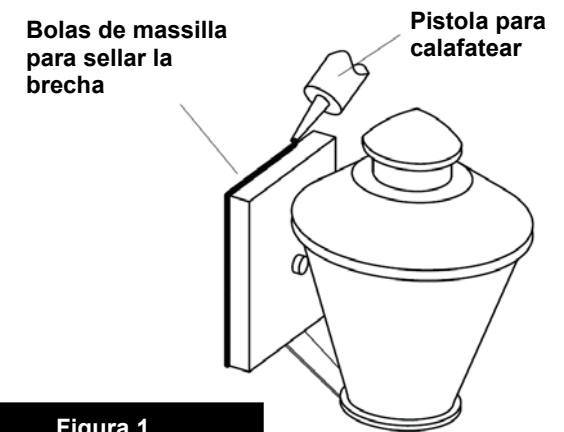

Figura 1
1. Conecte el cable de alimentación positiva **(A)** (normalmente negro o la cara lisa, sin marcas del cable de dos conductores) de plomo accesorio positivo **(B)** con un giro de tamaño adecuado en el conector – **Véase la Figura 1 y 2**.
Para conectar a tierra en un sistema eléctrico de 3 hilos, fije el cable de tierra del artefacto **(E)** (generalmente de cobre o verde recubierto de plástico) a la brida de montaje accesorio **(M)** con el tornillo de tierra **(S)** – **Véase la Figura 1**.
Des pués de asegurar accesorio a la pared, se recomienda que la distancia entre la pared y la place de fijación puede sellare con cualquier buena massilla impermeable de calidad o sellador de silicona (No Incluido) - Vésa La Figura 1.